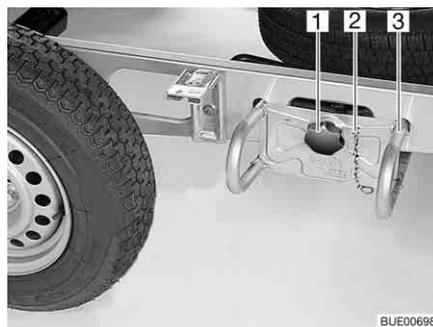

Fig. 214 Soporte para rueda de repuesto
- Desenganchar la cadena de seguridad (Fig. 214,2).
- Aflojar y desenroscar el tornillo de mando estrellado (Fig. 214,1).
- Extraer el portador de la rueda de repuesto (Fig. 214,3) unos 10 cm y depositarlo en el piso.